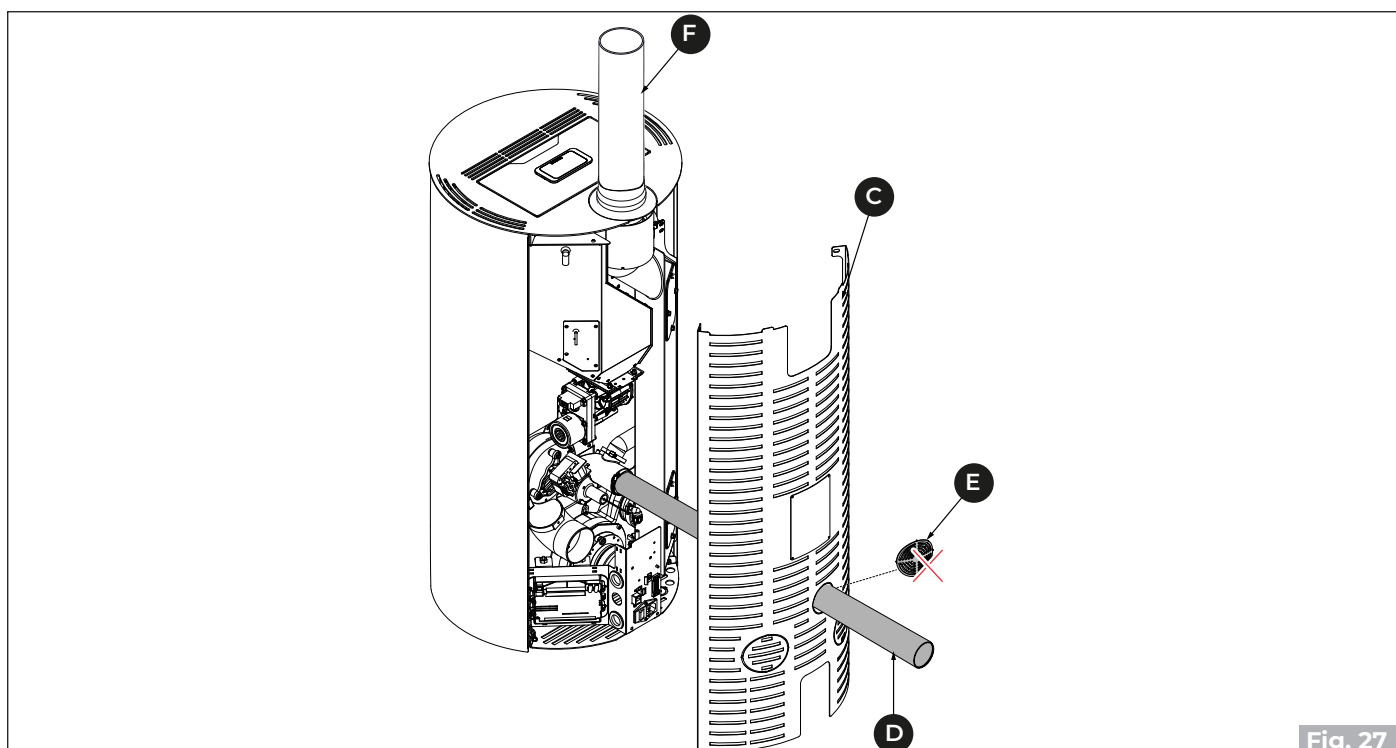

Fig. 27
- Schließen Sie das Rauchabzugsrohr **(F)** (**Fig. 27**) an.